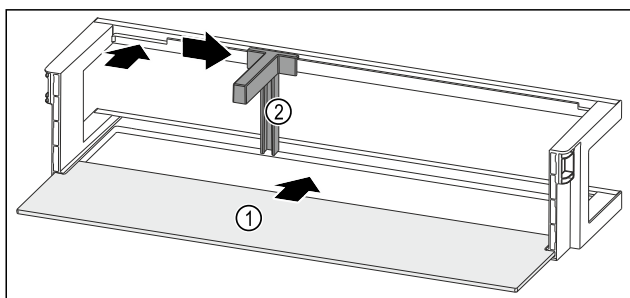

Fig. 101 Półka w drzwiach z półką
- ▶ Wsunąć półkę Fig. 101 (1) w boczne wycięcia.
- ▶ Włożyć uchwyt butelek Fig. 101 (2) do zagłębienia.
- ▶ Przesunąć uchwyt butelek Fig. 101 (2) na wybraną pozycję na bok.